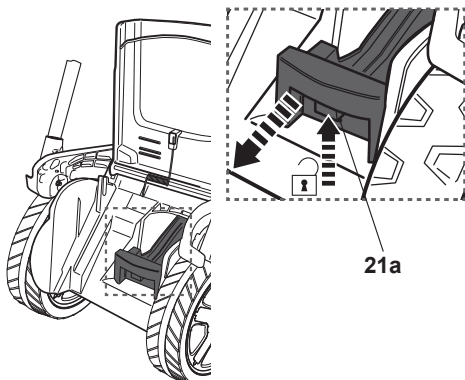

Fig. 22
- > Prima o botão de desbloqueio (21a) para libertar e remover o encaixe do triturador (21) (Fig. 22).